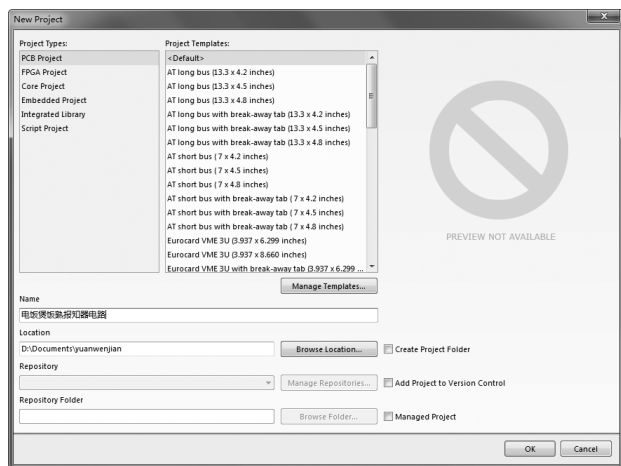

图 4-31 “New Project”（新建工程）对话框
(2) 选择命令后，弹出“New Project”（新建工程）对话框，在该对话框中显示工程文件类型，创建一个 PCB 项目文件“电饭煲饭熟告知器电路”，如图 4-31 所示。